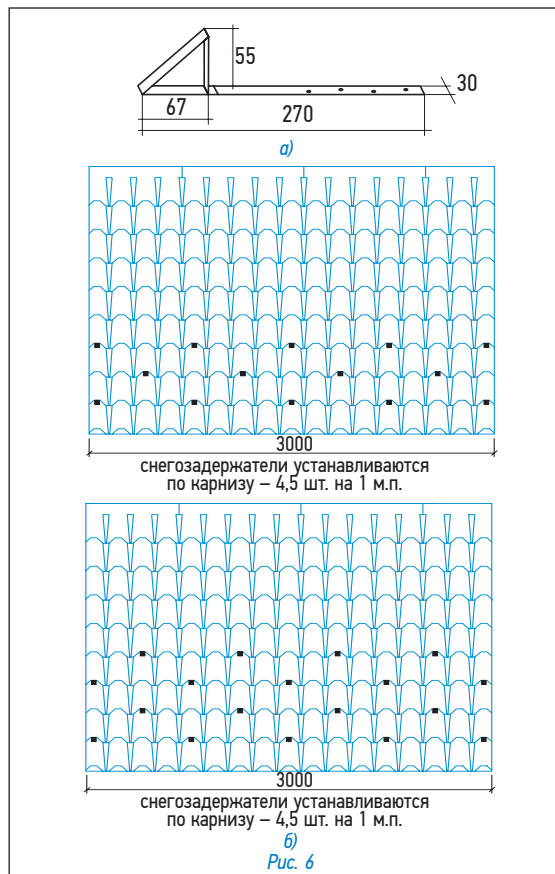

Рис. 6
Установка снегозадержателя (рис. 6)
Крепеж снегозадержателя осуществляется саморезами через специально отведенные отверстия (рис. 6а).
Количество снегозадержателей на крыше зависит от климатических условий данной местности, от размеров и уклона кровли. На рис. 6б предлагаются возможные схемы установки снегозадержателей.
Установка крышки-клип (рис. 6)
- далее зафиксируйте крышки с помощью крепежных винтов (рис. 6).